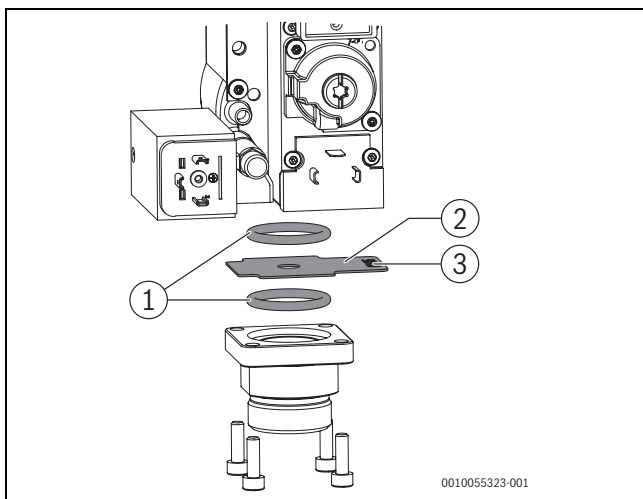

Fig. 27 Înlocuirea diafragmei de gaz (dimensiuni ale cazanului de 75; 100 kW)
- ▶ Demontați diafragma de gaz (→Fig. 27 și 28, [2]) și înlocuiți-o cu diafragma de gaz corespunzătoare tipului de gaz inclusă în pachetul de livrare (→Tab. 9).
- ▶ Verificați o-ringurile (→Fig. 27 și 28, [1] în privința deteriorării și înlocuiți-le, dacă este cazul).
- ▶ **Dimensiune cazan 75; 100; 150; 200 – 300 kW:** introduceți diafragma de gaz cu inscripționarea (→Fig. 27 și 28, [3]) în sus, cu eticheta cu inscripționare orientată spre dreapta.
**Legendă la Fig. 27 și 28:**